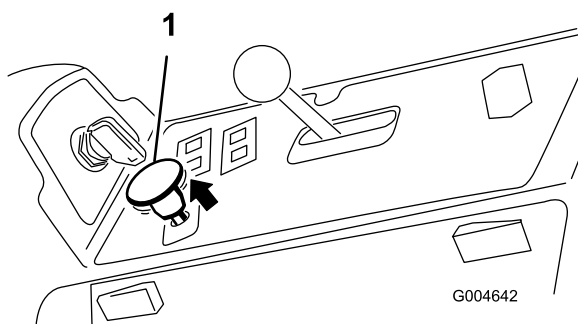

Рисунок 19
3. Потяните выключатель механизма отбора мощности, чтобы включить его (Рисунок 19).